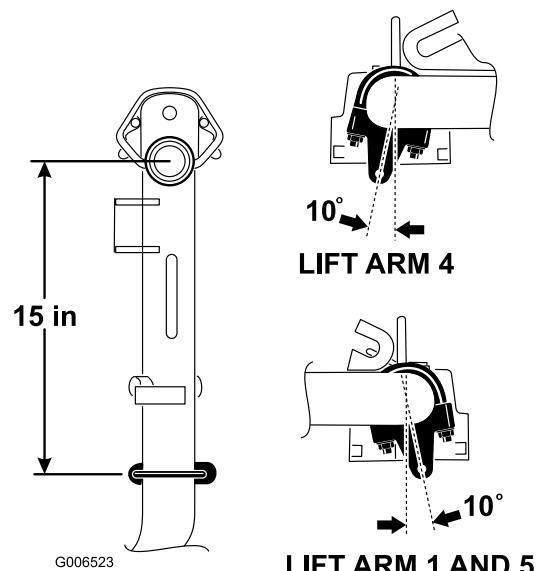

図 9
- 昇降アーム1番、4番、5番では、チェーンブラケットとUボルトが、ピボットナックルの中心線よりも38 cm 後ろになるように取り付ける（図 9）。昇降アーム1番、5番では、ブラケットを垂直方向から右に10度回転させた状態で取り付ける（図 9）。昇降アーム4番では、ブラケットを垂直方向から左に10度回転させた状態で取り付ける（図 9）。